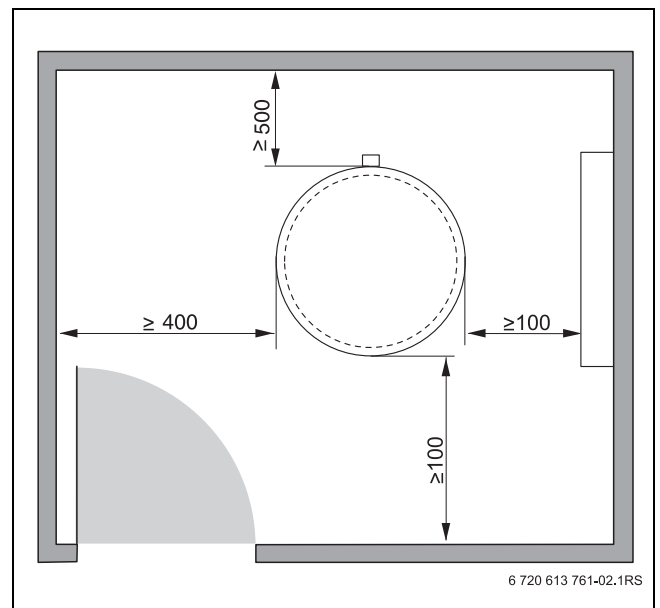

Рис. 3 Рекомендуемые минимальные расстояния от стен, необходимые для монтажа и технического обслуживания (размеры в мм)
- ▶ Соблюдайте минимальные расстояния от стен (→ рис. 3, стр. 5).